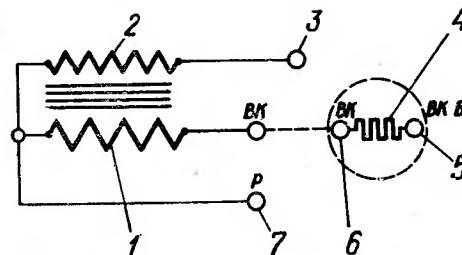

Рис. 13. Схема присоединения проводов и дополнительного сопротивления к катушке зажигания:
10. При установке катушки зажигания на автомобиль следите за правильным присоединением проводов к выводам низкого напряжения (к выводу ВК подключайте провод от дополнительного сопротивления СЭ40-А, см. рис. 13).